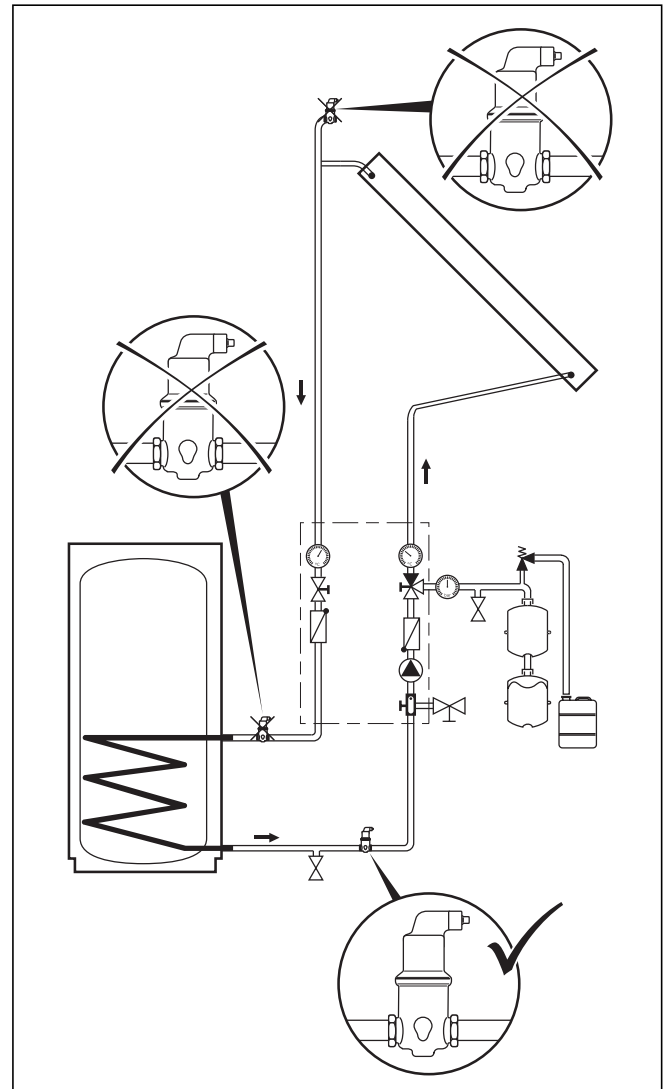

Fig. 6.3 Sistema automatico di separazione dell'aria
- Sfiato mediante sistema per la separazione dell'aria (→ fig. 6.3)